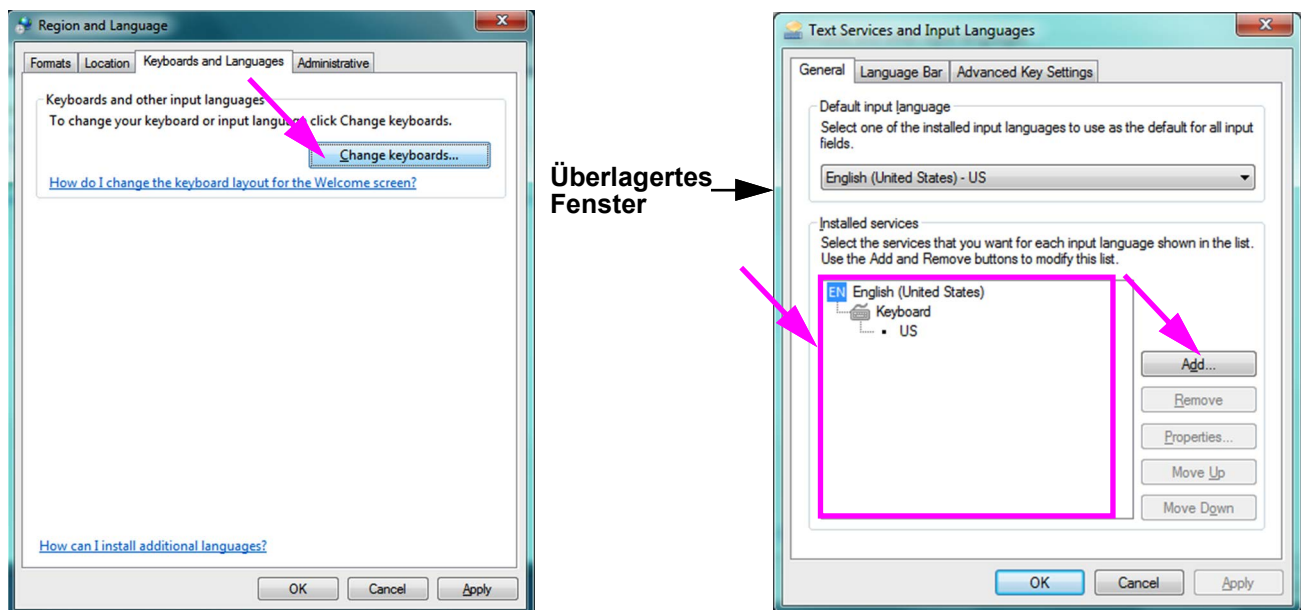

Abbildung C-8. Bildschirme „Region and Language“ (Region und Sprache) und „Text Services and Input Languages“ (Textdienste und Eingabesprachen)
2. Wenn die Registerkarte „Keyboards and Languages“ (Tastaturen und Sprachen) angezeigt wird, klicken Sie auf die Schaltfläche **Change Keyboards...** (Tastaturen ändern...) (vgl. Abbildung C-8). Ein Overlay-Fenster erscheint, in dem die „Installed Services“ (Installierten Dienste), d. h. die verfügbaren Sprachmodelle für die Tastatur, aufgeführt sind.
Falls die gewünschte Sprache im Feld „Installed Services“ (Installierte Dienste) nicht vorhanden ist, klicken Sie auf die Schaltfläche **Add (Hinzufügen)** (vgl. Abbildung C-8).